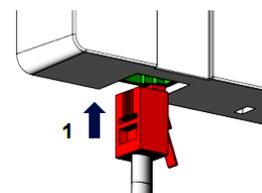

Abb. 8: Hörer anschließen
- ▶ Stecken Sie den Stecker der Hörschnur in die Buchse (1) an der Unterseite des Universaltelefons (Abb. 8).